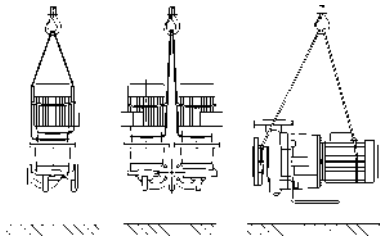

Fig. 7. Транспортировка насоса
- Транспортировочные проушины на электродвигателе служат только для задания направления при захвате груза (Fig. 7).